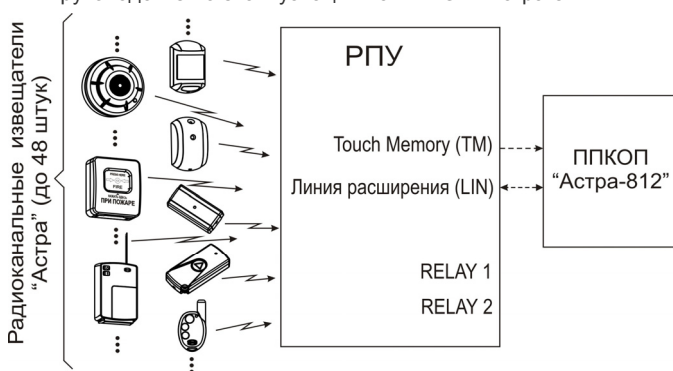

Рисунок 2
Система "Астра-РИ-М" – система беспроводной охранно-пожарной сигнализации "Астра-РИ-М" (рисунок 2);
1.1 РПУ предназначен для работы в составе объектовой системы "Астра-РИ-М" (рисунок 2).